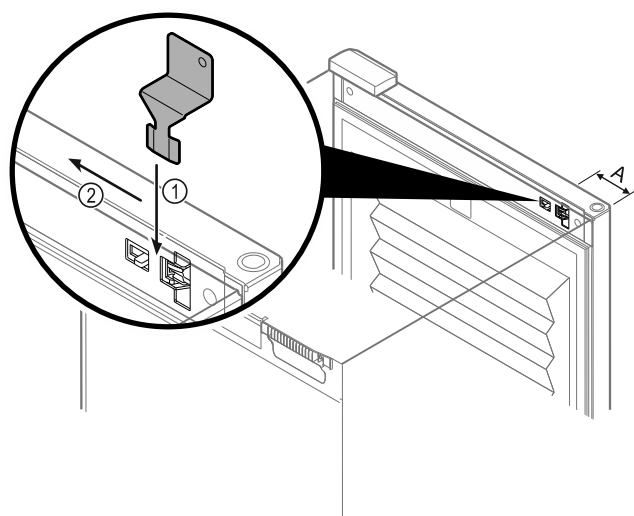

Fig. 133
- Posizionare la chiave di sblocco di emergenza nel punto specificato Fig. 133 (A) ≈ 100 mm.
- Inserire la chiave di sblocco di emergenza tra la porta e il corpo dell'apparecchiatura dall'alto fino all'arresto Fig. 133 (1).
- Tirare la chiave di sblocco di emergenza verso il lato della cerniera Fig. 133 (2).